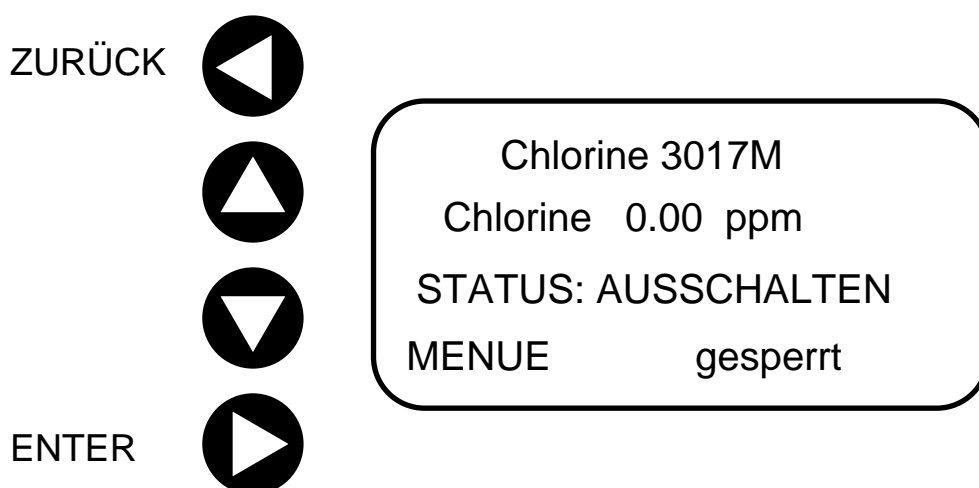
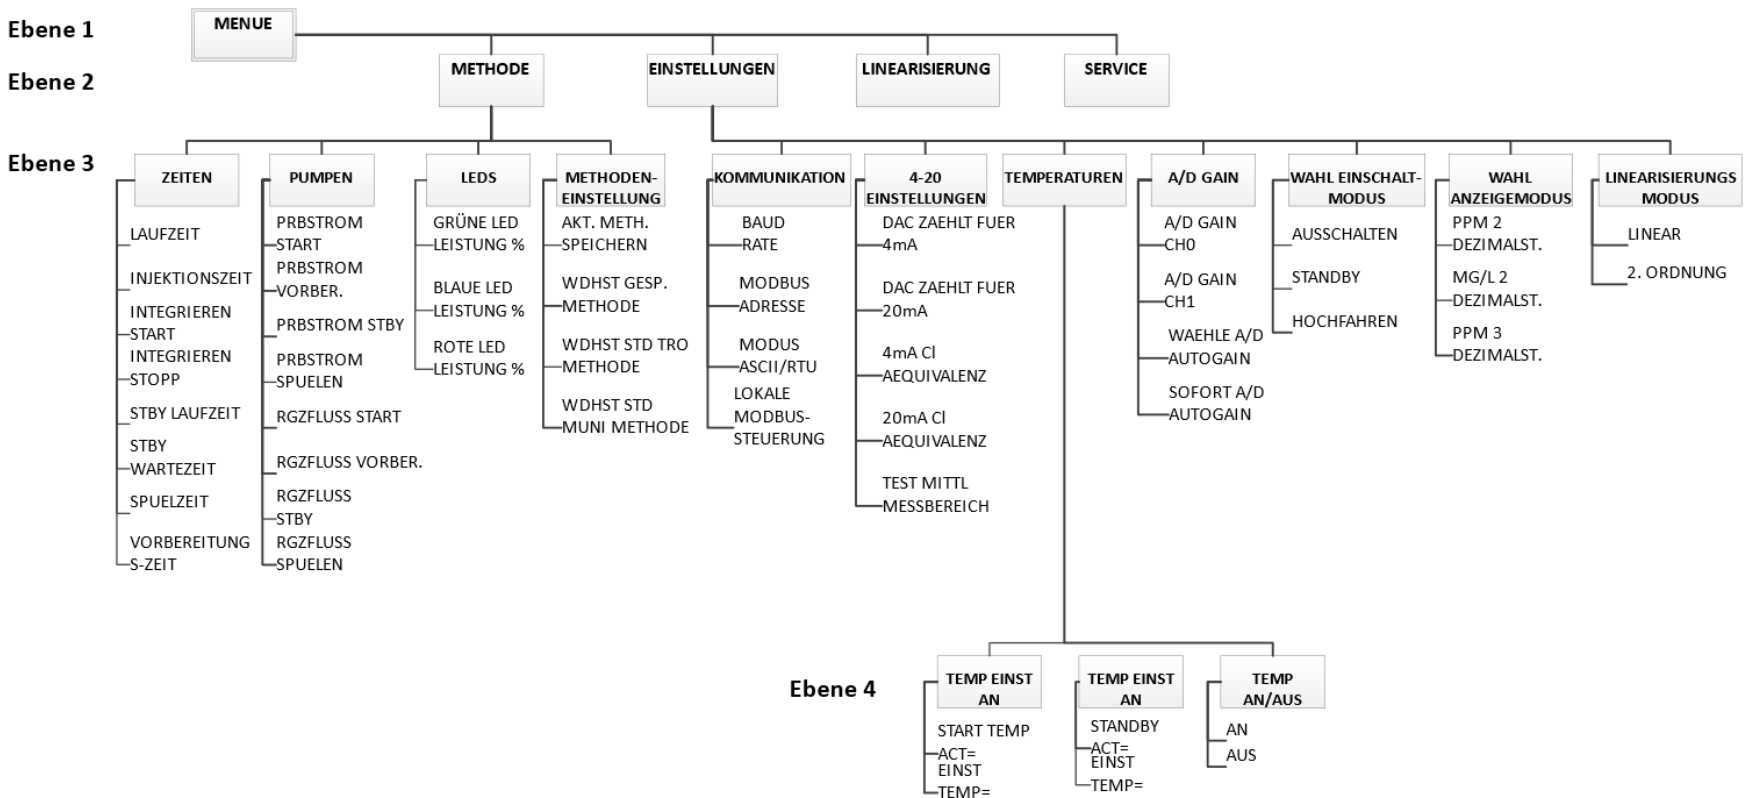

Bild 6.1 Modell 3017M START-Bildschirm
Bild 6.2
Wie bereits in Abschnitt 5 erwähnt, ist der Analyzer normalerweise im Modus STANDBY, außer (1) er überwacht aktiv den Chlorgehalt in einem Probenstrom oder (2) es wurde ein anderer Betriebsmodus gewählt. Siehe Bild 6.1.
Das Gerät bietet ein vierzeiliges Display, über das mittels der linksseitigen Richtungstasten auf die Firmware zugegriffen werden kann. Bild 6.1 zeigt den Startbildschirm HOME, Tabelle 6.1 nennt die Funktion jeder Taste und jedes Displaybereichs. Dies ist der normale Bildschirm während des normalen Betriebs. In der oberen Zeile wird der Chlorgehalt angezeigt. Die nächste Zeile nennt den Analyzer-Status, die untere Zeile ist in zwei Teile gegliedert. Über MENU erhalten Sie Zugriff auf die nächste Befehlsebene. Bild 6.2 bietet eine Beschreibung jeder Ebene und der zugehörigen Befehle. Auf der rechten Seite der unteren Zeile wird mit „GESPERRT“ angezeigt, dass nicht autorisierte Benutzer keinen Zugriff auf die Einstellungen haben.
Das Touchpad bietet vier Tasten, um durch die Befehlsebenen der Firmware und andere Einstellungen zu navigieren. Mit den Tasten ▲ ▼ (AUF/AB) wechseln Sie zwischen den Auswahlmöglichkeiten innerhalb jeder Ebene. Durch Drücken der Taste ► (ENTER) erscheint ein blinkender Cursor, der die verfügbaren Befehle und Auswahlmöglichkeiten anzeigt. Über die Taste ◀ (ZURÜCK) kehren Sie auf die vorherige Ebene bis zum Startbildschirm HOME zurück. Der Startbildschirm HOME ist in Bild 6.1 dargestellt.